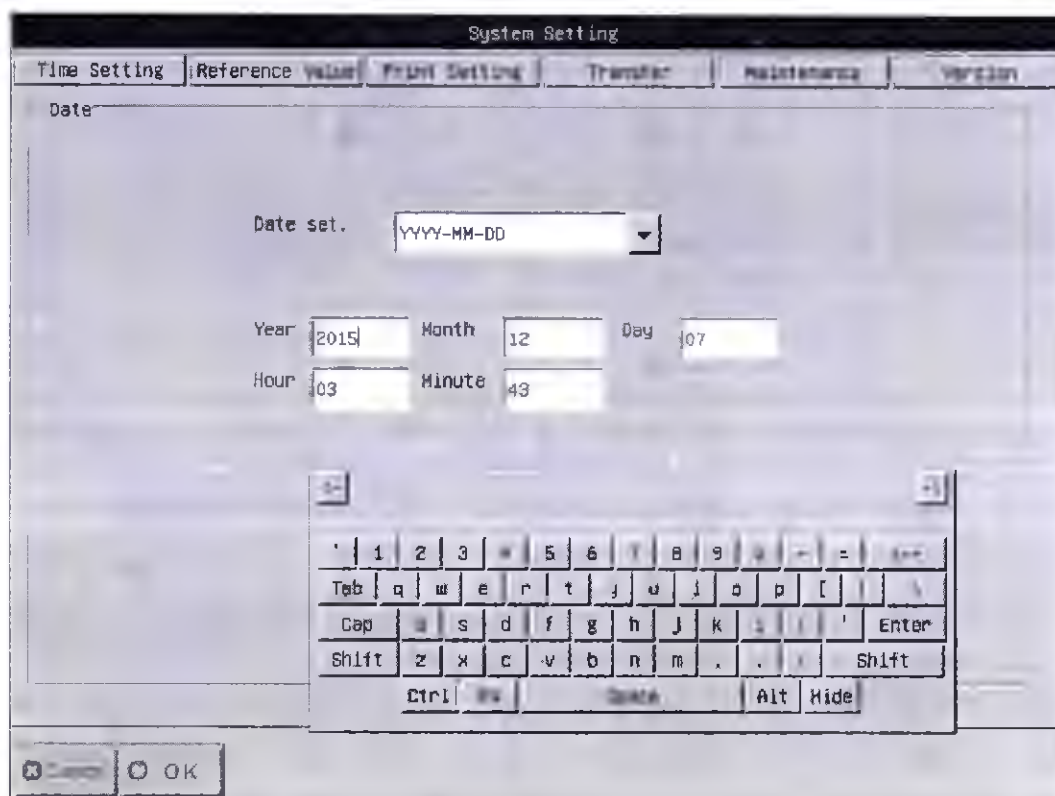

Рисунок 4-10 Системные установки
- 4) Когда курсор выведен на экран системные установки, нажмите "OK" для сохранения, или нажмите "Back" для отмены и выхода. См. Рисунок 4-10.